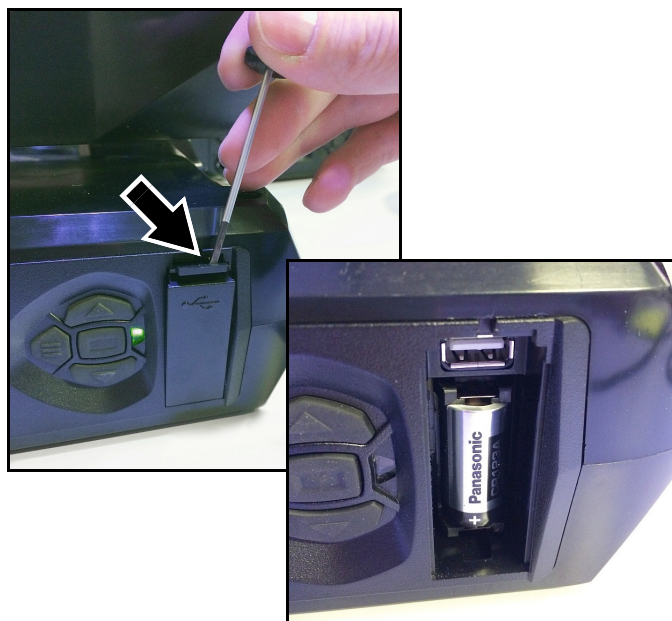

Figure 9: Compartiment de pile
3. Voir Figure 9. Poussez sur la languette (repérée ci-contre) avec un petit tournevis plat pour ouvrir le compartiment pile/USB et déposez le capot.